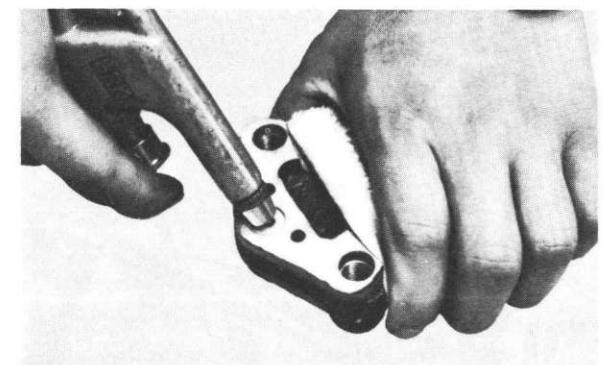

Fig. 5-3-18
- 7) Force the piston from the caliper cylinder by feeding compressed air into the cylinder through the fluid inlet. Never attempt to push the pistons, with a screwdriver. (Fig. 5-3-18)
- 7) Extraire les pistons des cylindres en soufflant de l'air comprimé par l'orifice d'entrée du liquide de frein. Ne jamais essayer d'extraire les pistons avec un toumevis. (Fig. 5-3-18)
- 7) Der Kolben des Zangenzyinders wird nach unten gedrückt, indem man durch die Einlassöffnung für Bremsflüssigkeit Druckluft in den Zylinder leitet. Der Kolben darf auf keinen Fall mit dem Schraubenzieher herausgestossen werden. (Abb. 5-3-18)